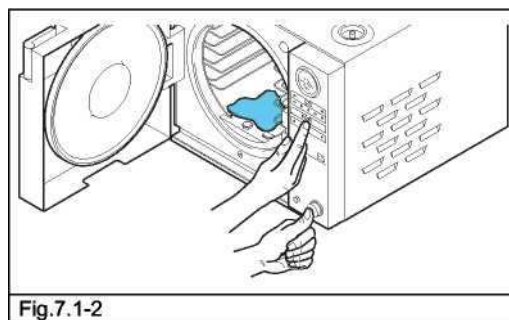

Fig.7.1-2
**Н.В.:** нажимая кнопку **ПУСК/СТОП** вместе с кнопкой **ПИТАНИЕ** (Fig. 7.1-2) когда дверь открыта вы включите водяную помпу. Эта функция используется для проверки работы помпы (визуально наблюдая наполнение стерилизационной камеры).